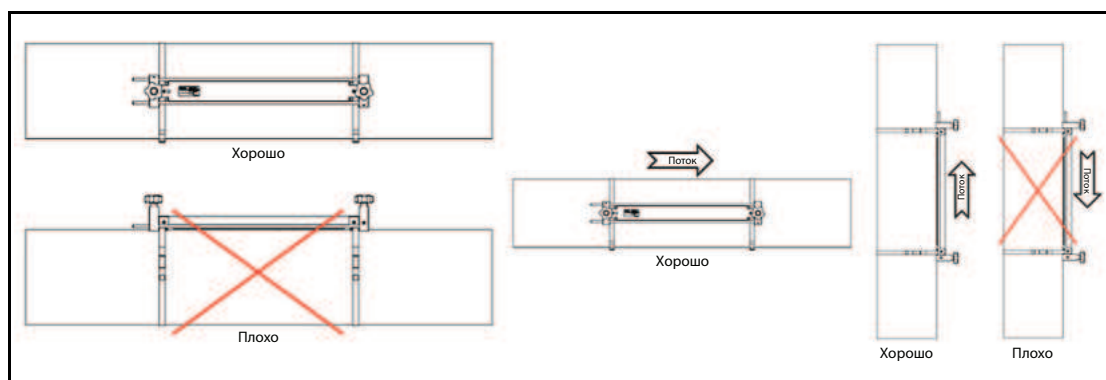

Рис. 8. Хорошие и плохие варианты расположения преобразователей
- Преобразователи должны располагаться в одной плоскости вдоль оси трубопровода (см. рисунок 8 ниже). Преобразователи лучше разместить на боковой поверхности трубопровода, а не сверху или снизу, поскольку в верхней части трубопровода, как правило, скапливается газ, а в нижней части — осадок. И то, и другое будет вызывать значительное ослабление ультразвукового сигнала. В вертикальных трубопроводах нет подобных ограничений, при условии что поток рабочей среды направлен снизу вверх, так как в этом случае отсутствует риск образования пустот внутри трубопровода.